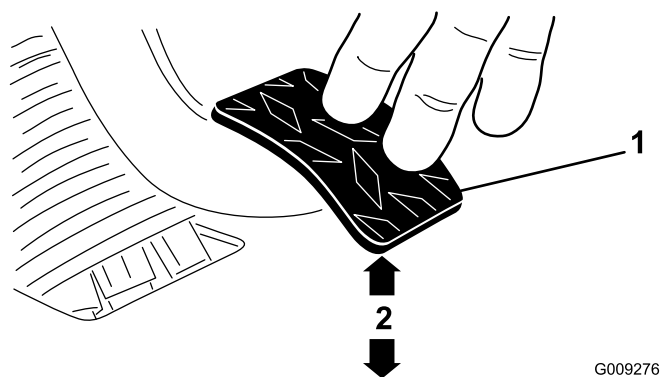

Рисунок 74
3. Регулируйте контргайки или шаровой шарнир до тех пор, пока нижняя сторона задней кромки педали сцепления не будет находиться на расстоянии $9,5 \pm 0,3$ см от верха доски пола с ромбовидным рисунком, когда к педали прикладывается усилие 1,8 кг (Рисунок 74).